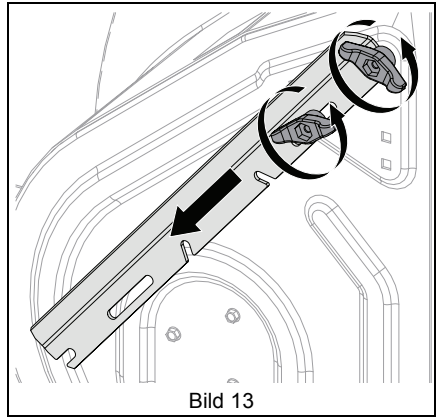

Bild 13
1. Lossa vingknapparna och flytta ner drivskäraren. Se Bild 13.